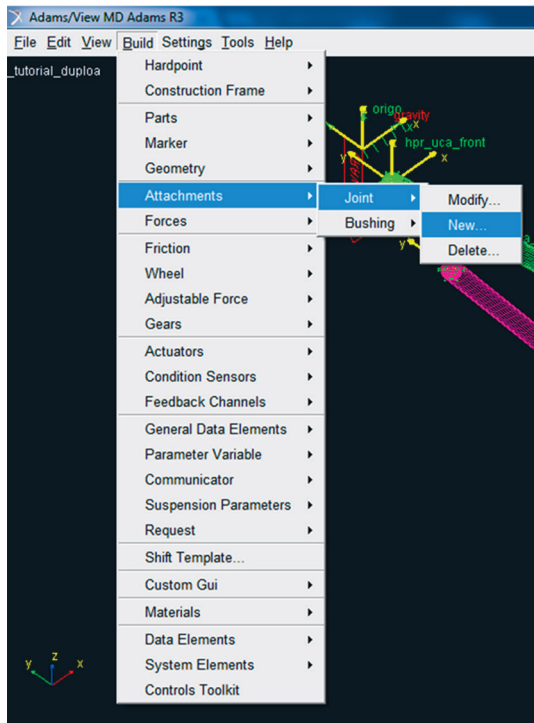

Figura 5.132 – Janela correspondente ao menu para criação da junta *Convel*.
- Acesse o menu *Build* → *Attachments* → *Joint* → *New* (Figura 5.132).